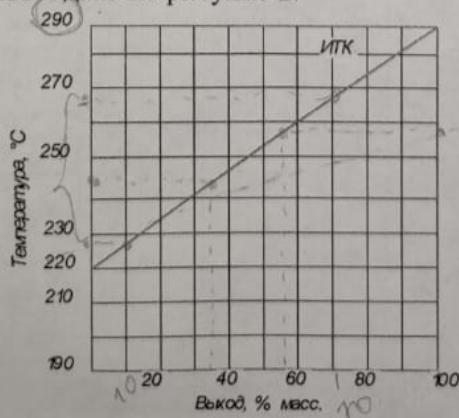
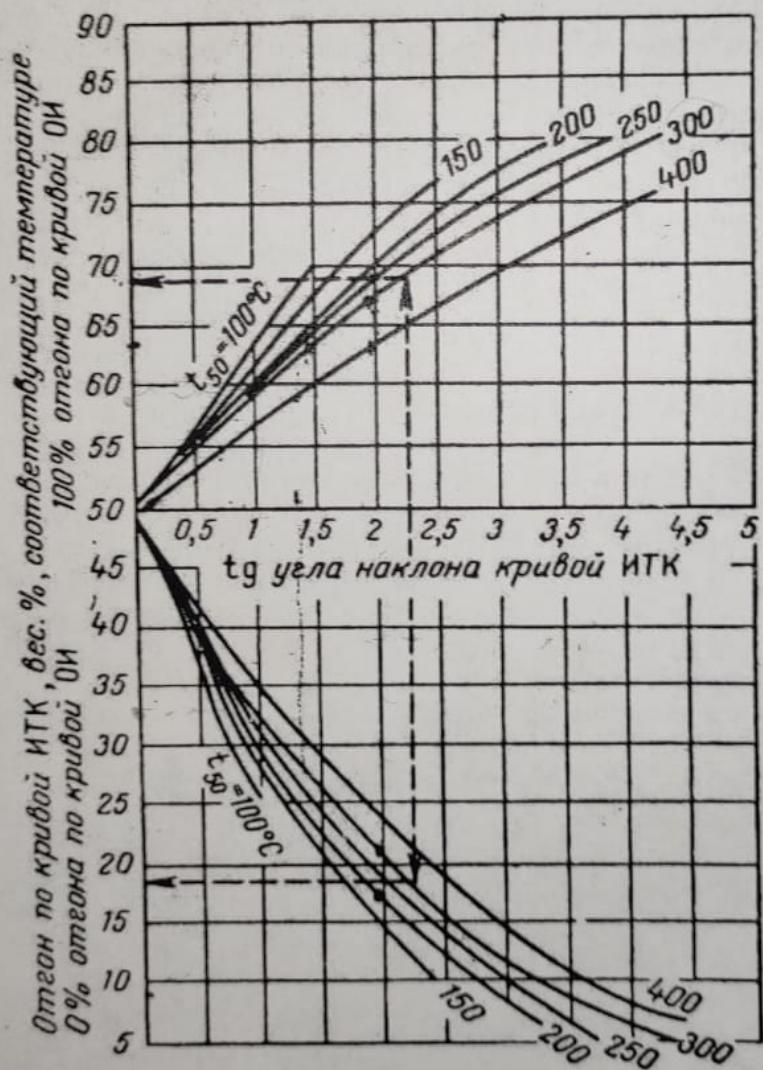

Рисунок 2
Рисунок 1. График Обрядчикова и Смидович
1. Перенести рисунок 2 в свою тетрадь.
4. По графику Обрядчикова — Смидовича (рисунок 1), используя полученные данные п.1 и п.2, определить на оси ординат две точки — одна соответствует 0% отгона по кривой ОИ, вторая 100% отгона по кривой ОИ. Найденные цифры указывают степень отгона по ИТК, соответствующую началу и концу кипения фракции в процессе однократного испарения. Эти цифры отметим на оси абсцисс графика ИТК (рис.2), из этих точек провести перпендикуляры на кривую ИТК, а затем провести горизонтальные линии на ось ординат. В результате получаем две температуры. одна соответствует началу однократного испарения (нулевому отгону) данной фракции, другая — концу однократного испарения (100%-му отгону).